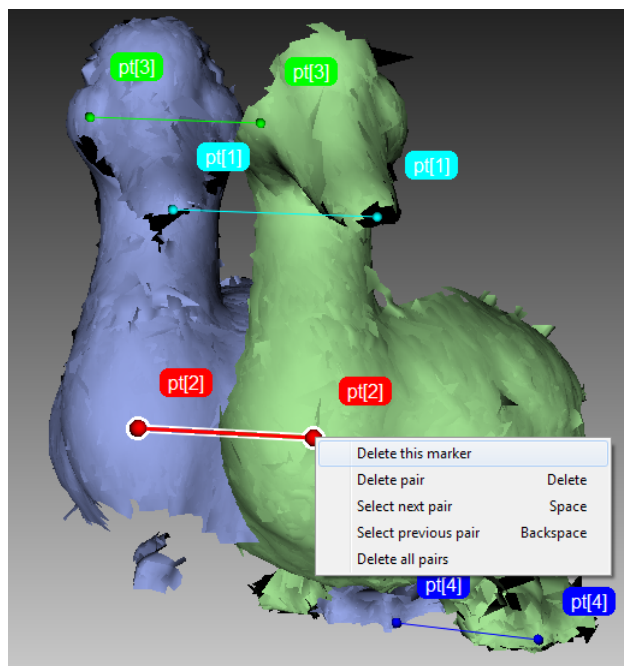
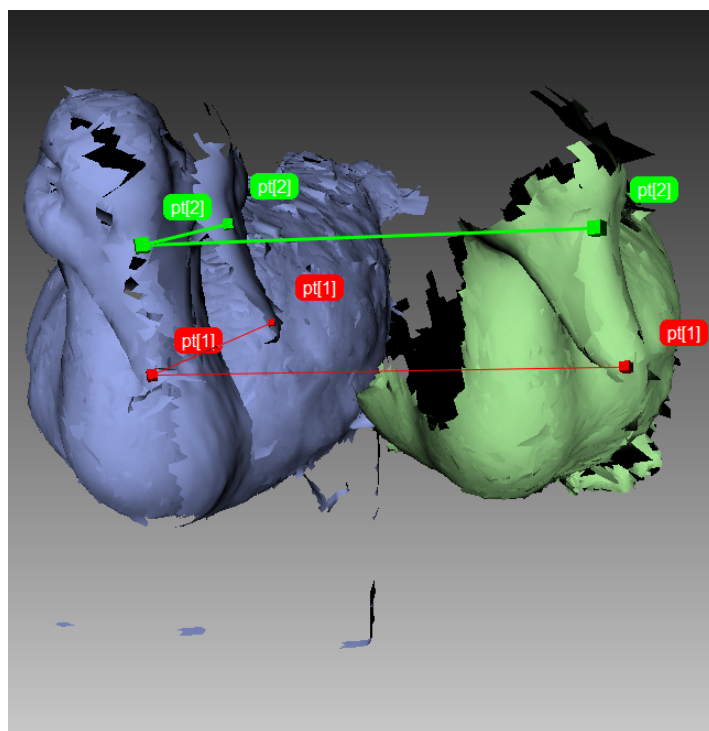

Рис. 8.20: Создание пары точек
Рис. 8.26: Перед совмещением: добавлено два набора точек
При расстановке точек в режимах *Жесткой* и *Нежесткой* сборки пары создаются автоматически: указав одну пару точек, вы можете сразу создавать следующую. В режиме *Сложная* создание набора требуется подтверждать нажатием клавиши Пробел или кнопки *Новый набор* на левой панели, так как набор может состоять из нескольких точек (см. Рис. 8.20 и Рис. 8.26).
3. Создайте несколько пар точек (Рис. 8.20), следуя рекомендациям из *Особенности указания и редактирования точек*.
3. Создайте один или несколько наборов точек на поверхности скана или сканов (Рис. 8.26), следуя рекомендациям, приведенным в подразделе *Особенности указания и редактирования точек*.